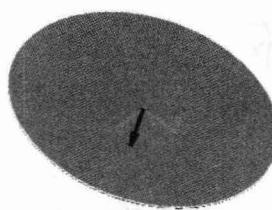
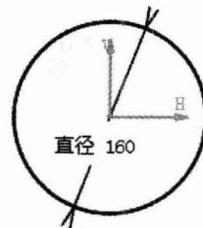

图 1.2 墙体 1
图 1.3 截面草图
Step3. 创建图 1.2 所示的平整钣金壁特征——墙体 1。
(1) 选择命令。选择下拉菜单 **插入** → **Walls** → **Wall...** 命令。
(2) 定义截面草图平面。在对话框中单击 **草图** 按钮，在特征树中选取 xy 平面为草图平面。
(3) 绘制截面草图。绘制图 1.3 所示的截面草图，单击 **退出** 按钮退出草图环境。
(4) 定义加厚方向。单击 **Invert Material Side** 按钮（定义加厚方向如图 1.2 所示）。
(5) 单击 **确定** 按钮，完成墙体 1 的创建。